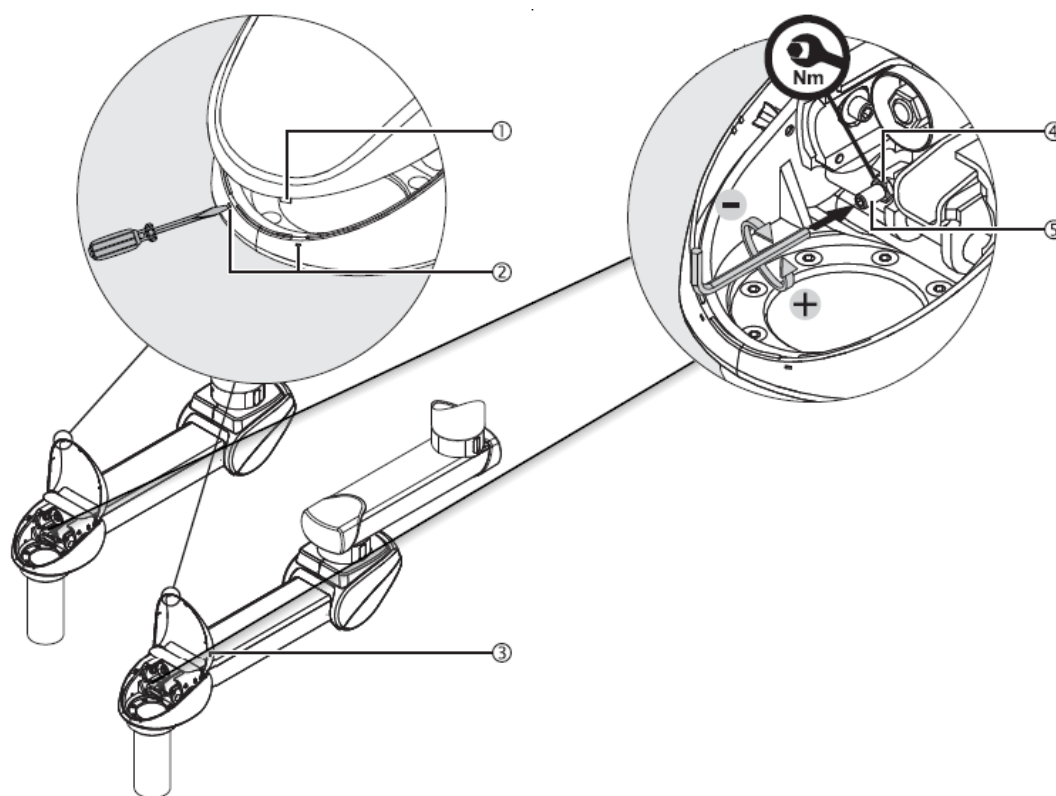

Fig. 74 Réglage de l'élévation verticale sur un bras à ressort
- Desserrer et retourner l'écrou hexagonal M12 (4) - ISO 4035.
- Insérez la clé Allen dans la vis de réglage (5).
- Pour réduire la levée verticale, tournez la clé Allen vers la gauche (dans le sens inverse des aiguilles d'une montre), comme illustré à la figure 74.
- Pour augmenter la levée verticale, tournez la clé Allen vers la droite (dans le sens des aiguilles d'une montre), comme illustré à la figure 74.
- Serrez l'écrou hexagonal M12 (4) - ISO 4035.